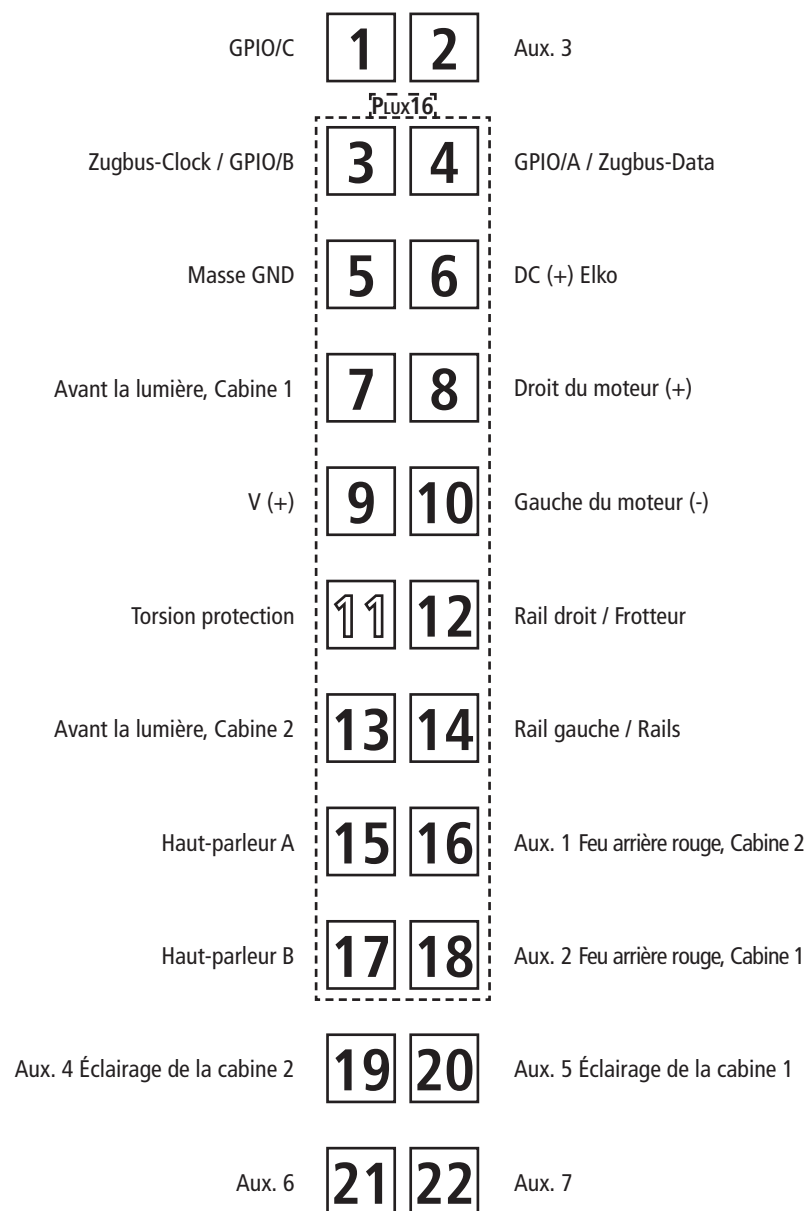

Fig. 5
**2. Schmierung:** Versehen Sie die im Schmierplan in Fig. 5 gekennzeichneten Stellen mit nur **kleinen Öltropfen**. Dazu zuerst das Lokgehäuse abnehmen (Fig. 3). Wir empfehlen den **ROCO Öler Art.-Nr. 10906**. Fürs Schmieren der Getriebeteile (Zahnräder, Schnecke) empfehlen wir das **ROCO-Spezialfett Art.-Nr. 10905**. Im Falle der Schmierung diese Teile **nicht ölen**.
**2. Lubrication:** Apply **tiny oil drops** to spots marked in fig. 5. Prior to lubrication dismantle locomotive (fig. 3). We recommend using item no. **10906, Roco oiler**. For lubrication the gearparts (e.g. cogwheels, worm) we should recommend our Roco **special grease** (item no. **10905**).
**2. Graissage:** N'appliquez **qu'une toute petite goutte** aux endroits indiqués par le plan de graissage (fig. 5) après avoir démonté la caisse de la locomotive (fig. 3). Nous vous recommandons **le graisseur à huile Roco réf. 10906**. Pour graisser les engrenages (roues dentées, vis sans fin) nous vous conseillons la **graisse spéciale Roco réf. 10905** pour engrenages en matières synthétiques. Lorsque vous utilisez cette graisse il faut éviter d'huiler ces composants.